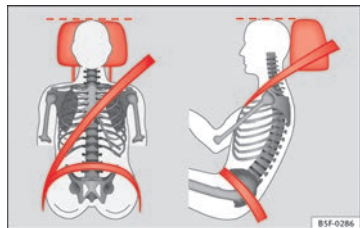

Fig. 85 Visto de frente y de lado: apoyacabezas y cinturón ajustados correctamente.
- Ajuste el apoyacabezas de modo que el borde superior del mismo quede a la misma altura que la parte superior de la cabeza, como mínimo a la altura de los ojos ⇒ fig. 85.